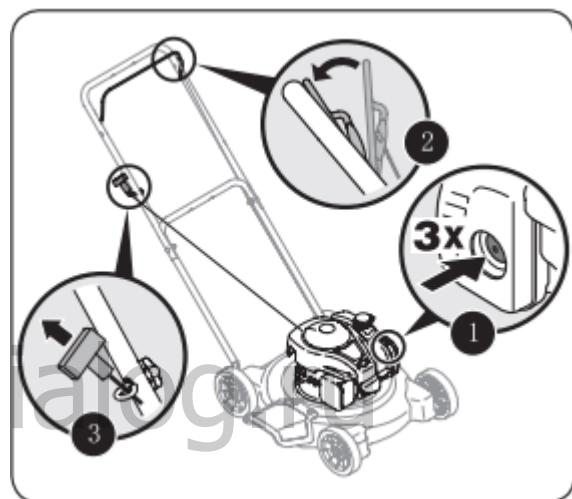

Рисунок 7-1
1. Нажмите на кнопку подкачки три раза. См. Рисунок 7-1. Не подкачивайте заново теплый двигатель.
3. Удерживая скобу прижатой к рукоятке, возьмитесь за рукоятку стартера. Потяните за рукоятку пока не почувствуете сопротивление. Затем вытяните трос быстрым, непрерывным движением на полный ход руки. См. Рисунок 7-1. Продолжая крепко удерживать рукоятку стартера, дайте тросу медленно размотаться. Повторяйте операцию пока двигатель не заработает. Трос каждый раз должен наматываться медленно.